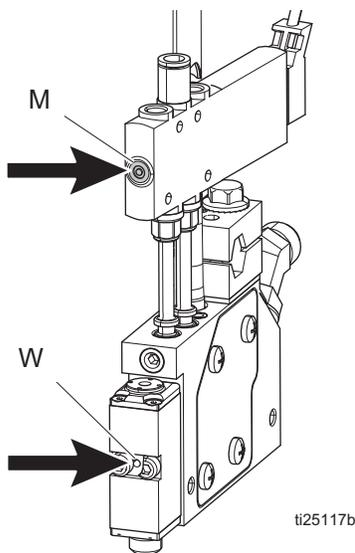

ABB. 11
1. Sichtprüfung auf das Vorhandensein von Kleber in der Leckagebohrung (W). Siehe **Abb. 11**.